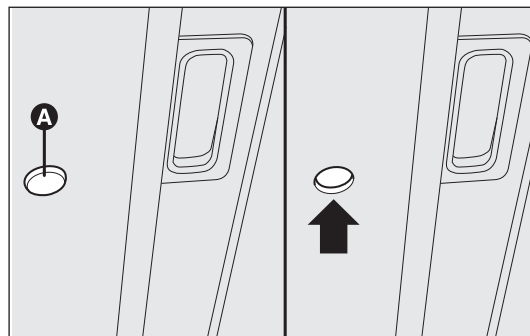

fig. 77
- ☐ introduzca la llave A-fig. 77 en dotación en el alojamiento y gire: